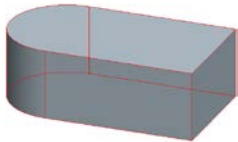
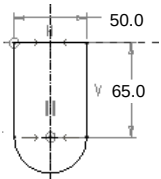

图 6.6.7 拉伸 1
图 6.6.8 截面草图
Step1. 创建图 6.6.7 所示的拉伸 1。
- (1) 在操控板中单击“拉伸”按钮，在操控板中按下“曲面”类型按钮.
- (2) 右击，从菜单中选择“定义内部草绘...”命令。草绘平面为 DTM2 基准平面，DTM1 基准平面为草绘平面的参考；方向为右；特征截面草图如图 6.6.8 所示。
- (3) 单击操控板中的“选项”选项卡，在其界面中选中“封闭端”复选框。
- (4) 选取深度类型及其深度：选取深度类型，输入深度值 30.0。
- (5) 在操控板中单击“完成”按钮，完成拉伸 1 的创作。